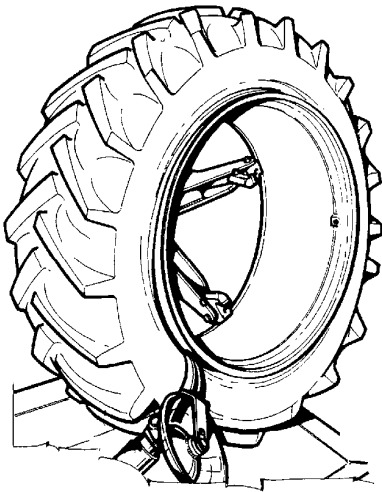

Abb.45
5. Den Montagehaken zwischen Wulst und Felge einhängen (Abb.45).